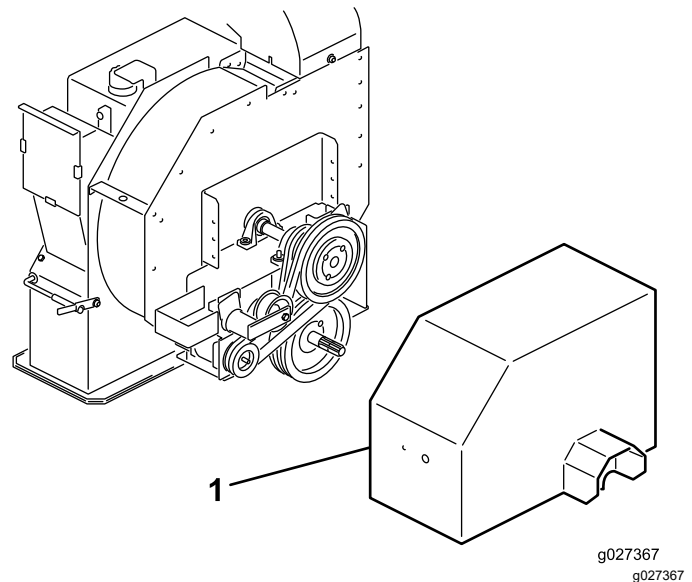

Figura 14
1. Desaperte as porcas e os parafusos que fixam a proteção da transmissão ao compartimento do rotor (**Figura 14**) e retire a proteção.
2. Na parte de trás da estrutura, desaperte o parafuso que prende o tensor da correia à estrutura (**Figura 14**).